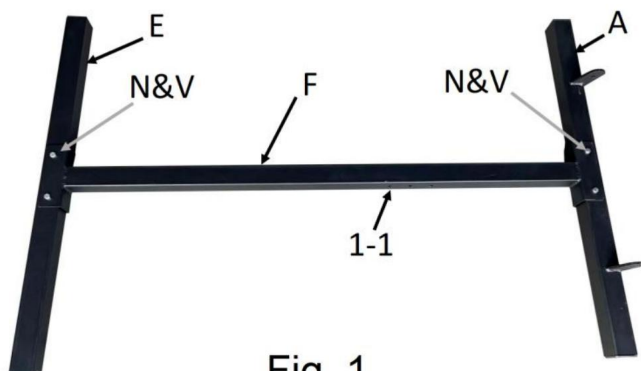

Fig. 1
1. Assemblez le pied de base (E) et le cadre de base (A) à la colonne de connexion (F). Insérez l'extrémité de la colonne de connexion (F) dans le cadre de base et le pied de base (E) et alignez les trous des boulons. Les trous de réglage de la hauteur (Fig.1 1-1) seront sur le à l'intérieur. Fixez chaque pièce avec un boulon de cadre (N) et un contre-écrou 1 (V).